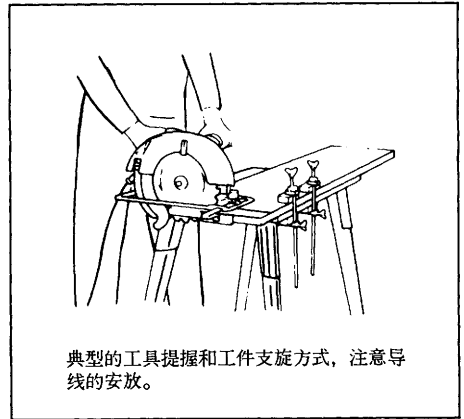

图 4
**特别注意：**一定要将工件适当支旋稳定并握紧工具以防止失去控制而造成人身伤害。图 4 表示典型的支旋方法。